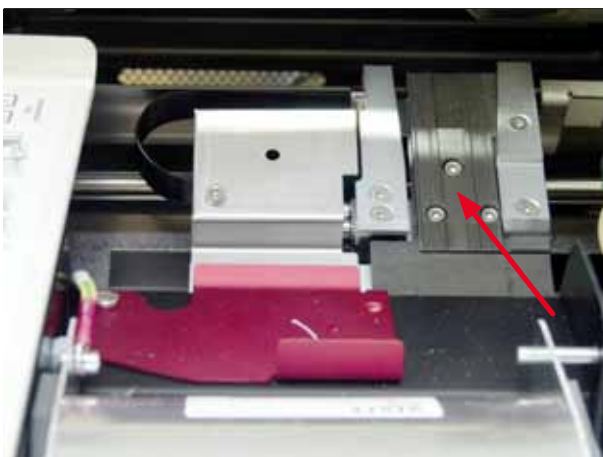

Fig. 49
- Station de transport (→ "Fig. 49")
- Fermer le volet après le nettoyage et avant l'utilisation de l'appareil (→ "Fig. 49").